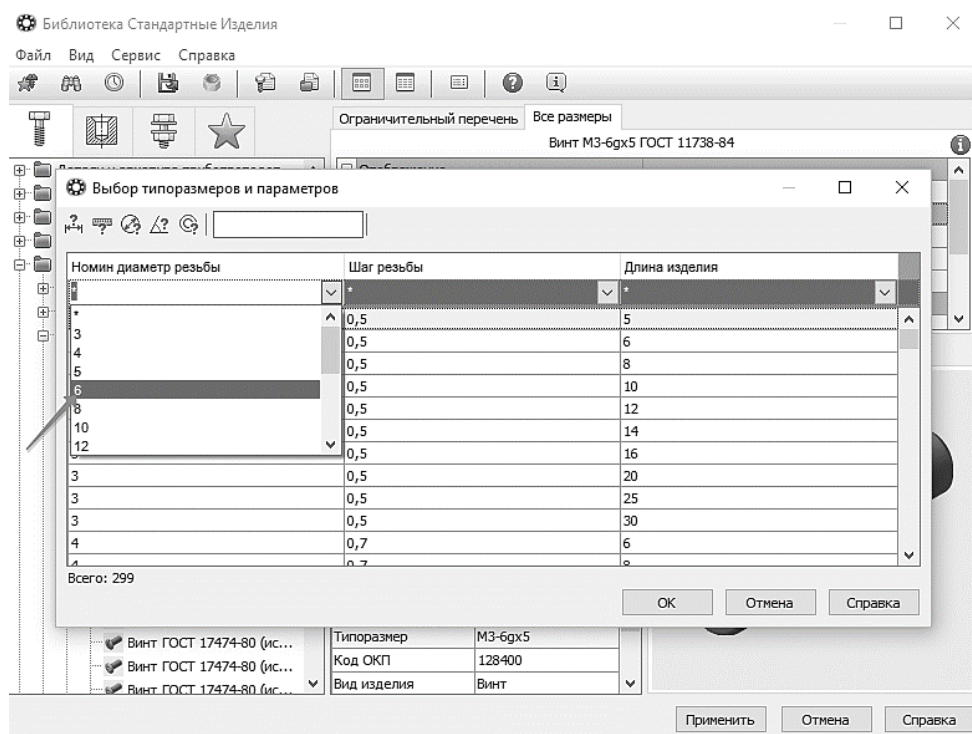

Рис. 102. Выбор диаметра Винта
10.2.5Для быстрого подбора нужного винта раскройте список **Номинальный диаметр резьбы** и укажите значение d (в соответствии с индивидуальным вариантом) (рис. 102).